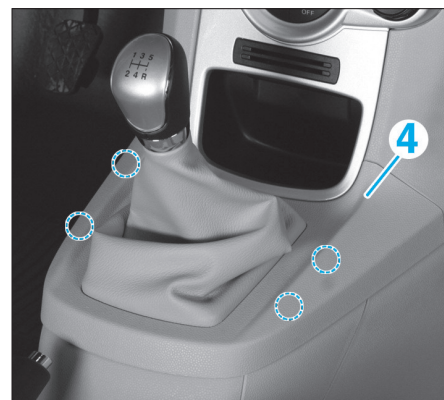

Fig. 24
- Dégrafer la garniture de levier de vitesses (4) (Fig.24).